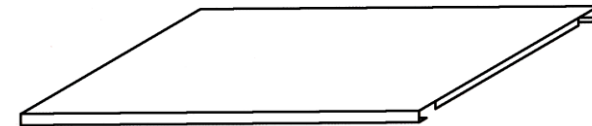

Рис. 3
6. Установить полки (Рис. 3) на удобной высоте.
Полки шкафа на нижней поверхности имеют усилитель и два уголка, входящие при сборке в захваты боковых стенок (Рис. 3).